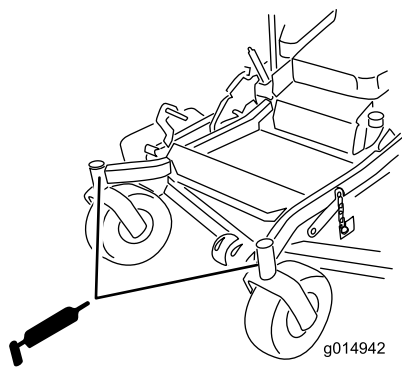

Figura 34
9. Instale el tapón hexagonal y la tapa (Figura 34).